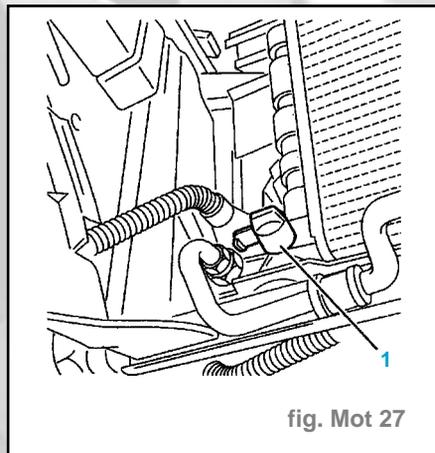

fig. Mot 27
- Desserrer la vis de vidange (1) du radiateur (fig. Mot. 27).